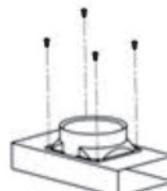

Bild 11
- Koppla ihop luftutloppet och T-sharp, se *Bild 11*.